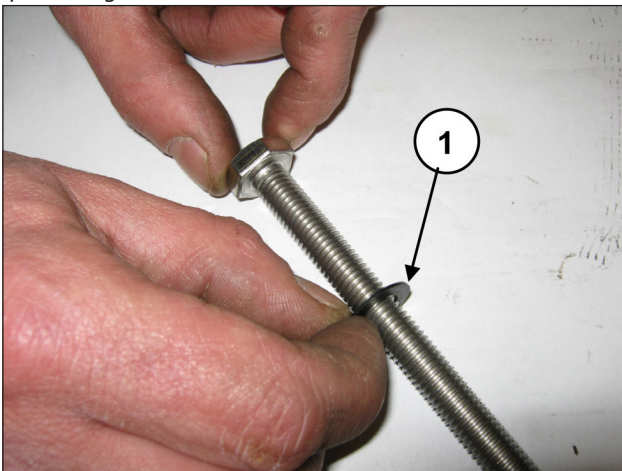

Fig. 181
Insira a arruela Ø10x18x0.9 no parafuso de fixação do pistão (pos. ①, Fig. 181).